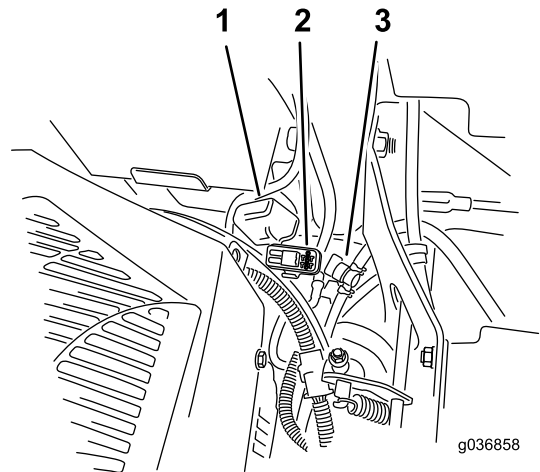

Figure 70
Les fusibles sont situés sur la console droite, près du siège (Figure 70).
2. Remplacez le fusible (Figure 70).